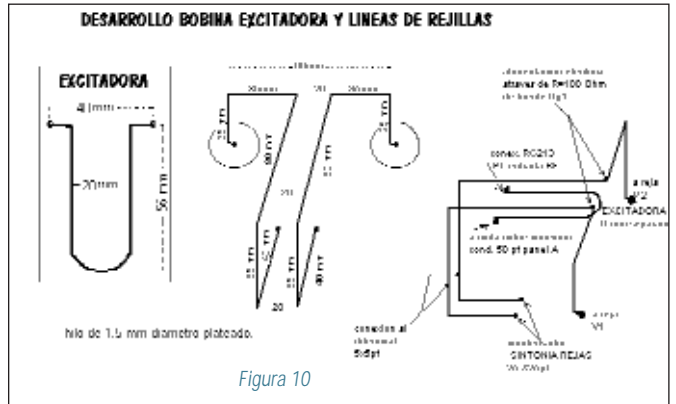

Figura 10
- Dos soportes de 110 mm para L3. Estos podrían variar según tamaño del condensador variable de sintonía rejillas (15 x 15 pF) y L2, ver figura 10.
Para mecanizar L2, con hilo plateado de 1,5 mm diámetro, ver figura 10.